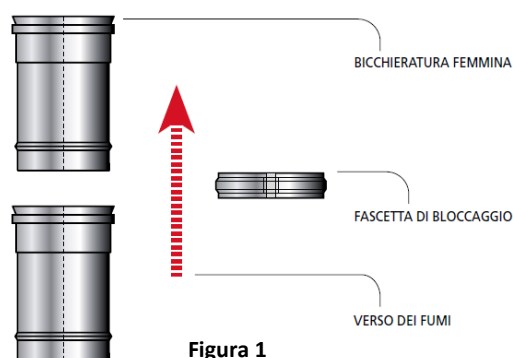

Figura 1
Il sistem **OLiflex S.P. inox CLASSIC** è realizzato con giunti a bicchiere di tipo maschio / femmina su nervature autocentranti ed antischiacciamento (figura 1).
- Installare gli elementi seguendo il senso dei fumi indicato sull'elemento con un'apposita freccia, ovvero con il bicchiere femmina rivolto verso l'alto, per evitare la fuoriuscita di condensa (**figura 1**).